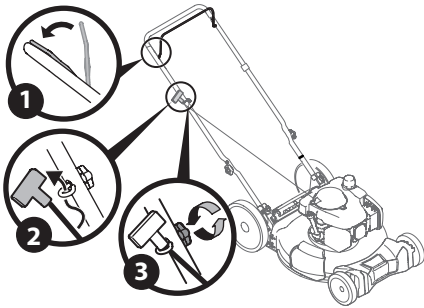

Figure 10
**NOTE :** Le guide-câble est fixé sur le côté droit de la partie supérieure du guidon. Desserrez l'écrou papillon retenant le guide-câble (Figure 10).